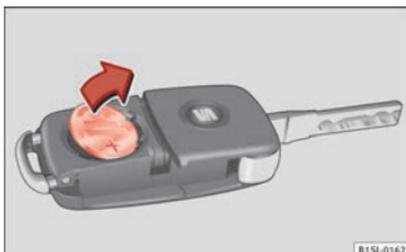

Abb. 128 Fahrzeugschlüssel: Batterie herausnehmen.
- Batterie mit einem geeigneten dünnen Gegenstand aus dem Batteriefach heraushebeln » **Abb. 128**.
- Neue Batterie wie gezeigt ansetzen » **Abb. 128** und entgegen der Pfeilrichtung in das Batteriefach drücken » **!**.